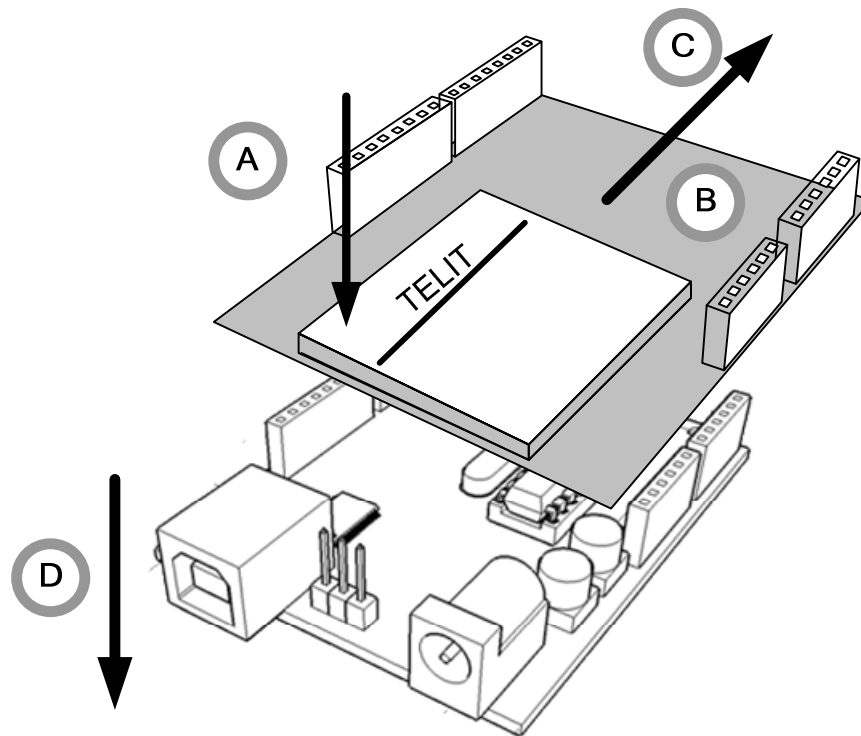

Fig.2 Ensamblaje Placa GM862 Arduino Shield
2. Instalar Shield. Ver fig. 2 para referencia.